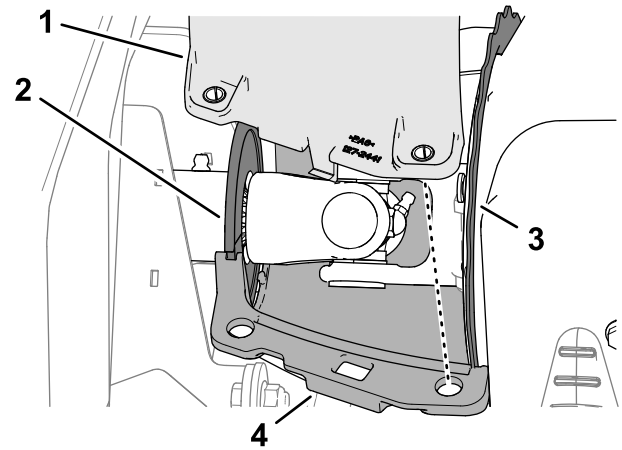

图 67
1. 将顶部和底部发电机冷却空气罩中的凹槽与驱动轴刷式密封和发电机罩法兰对齐 图 67。